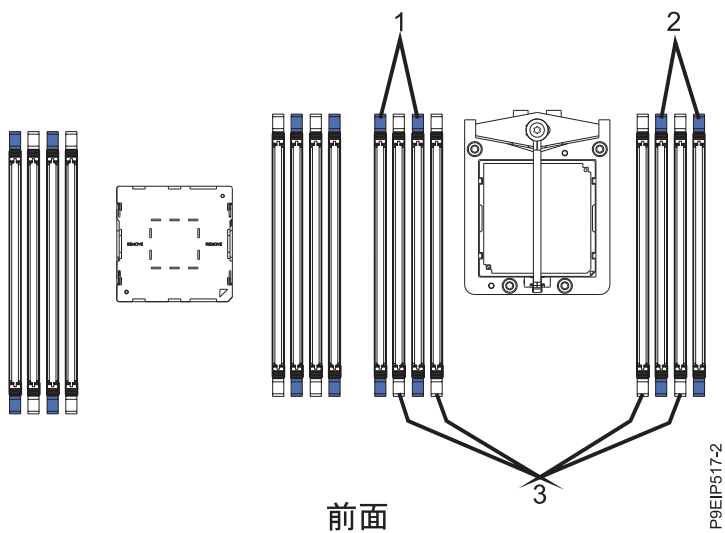

図 22. シングル・プロセッサの差し込み順序
- シングル・プロセッサ・システムの場合は、27 ページの表 5 および 27 ページの図 22 を使用してください。